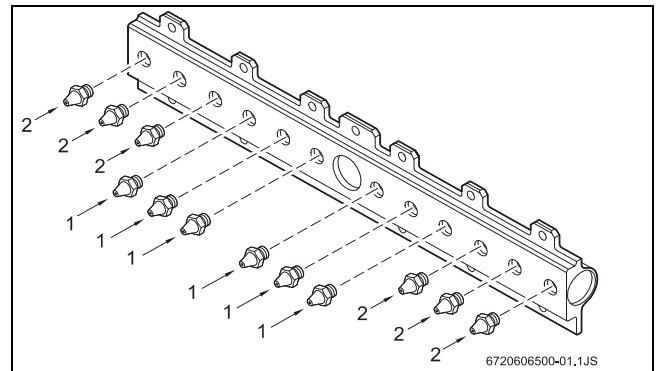

Fig. 9
- ▶ Cambiare gli iniettori (Fig. 9, pos. 1 e 2) montandoli conformemente alle specifiche,